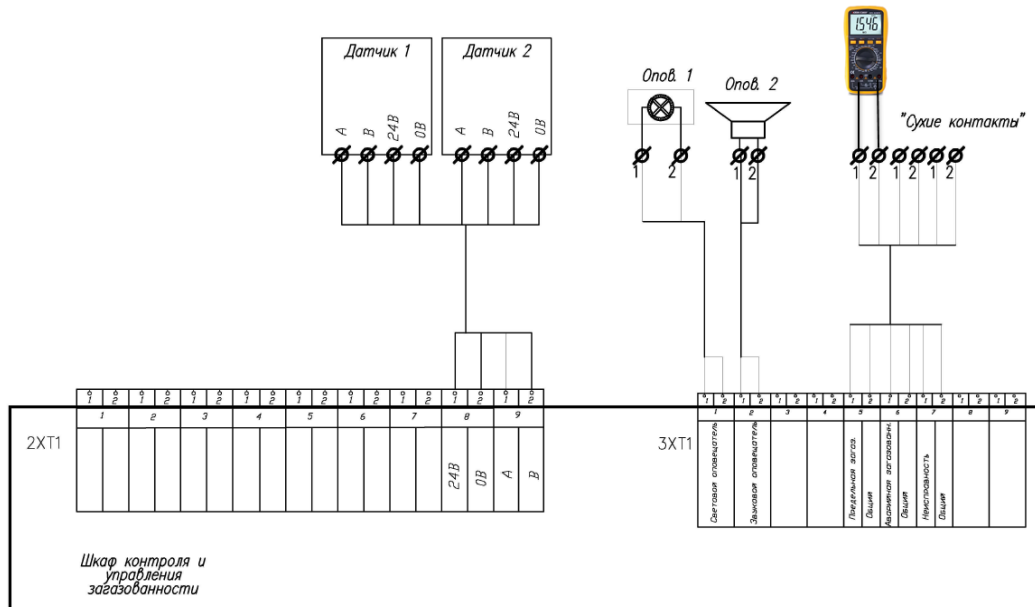

Рисунок 5 – Схема подключения ШКУЗ для проверки работоспособности
2.3.8.1 Собирают схему подключения ШКУЗ (см. рис. 5) и выдерживают в течение времени не менее одного часа во включённом состоянии.